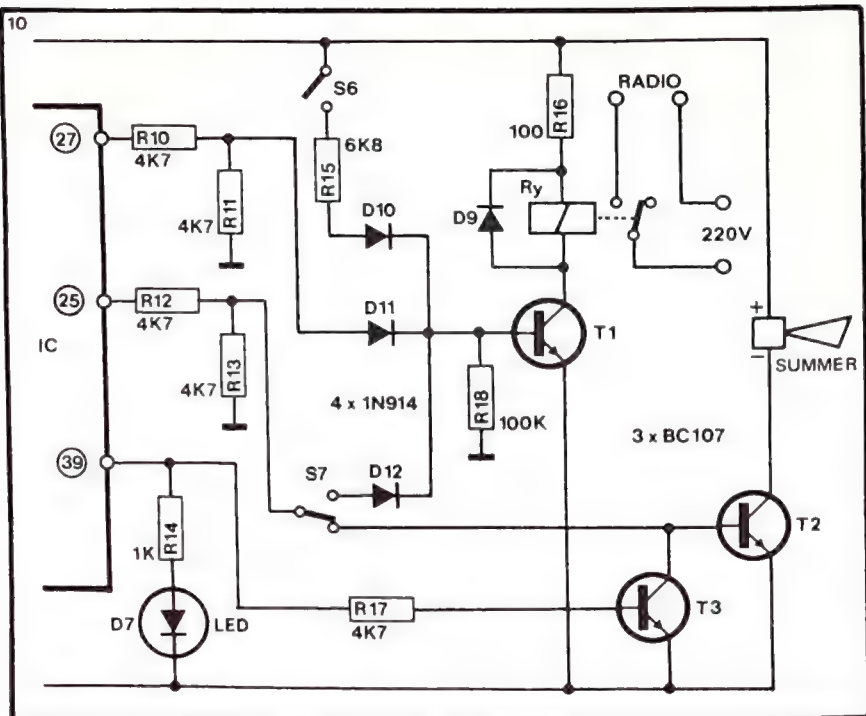

Bild 10. Die Ausgangsbeschaltung des ICs für die Weckeinrichtung und die Schlummerautomatik.
Bild 10 zeigt die Beschaltung der IC-Ausgänge. An den Ausgängen Sleep Output (27) und Alarm Output (29) liegt je ein Spannungsteiler (R10/R11 und R12/R13).
Bild 16 zeigt ebenfalls die in der rückseitigen Gehäusewand erforderlichen Bohrungen. Ganz rechts befinden sich die beiden Setztaster. Links daneben liegen zwei Schalter. Der obere dient zum Ein- und Ausschalten der Weckeinrichtung. Mit dem unteren kann man zwischen Radiowecken und Summerwecken wählen (Buzzer = Summer). Etwa in der Mitte befindet sich der Radioschalter, S6 in Bild 10. Die drei Schalter sind Miniaturausführungen, die allerdings nicht gerade billig sind.